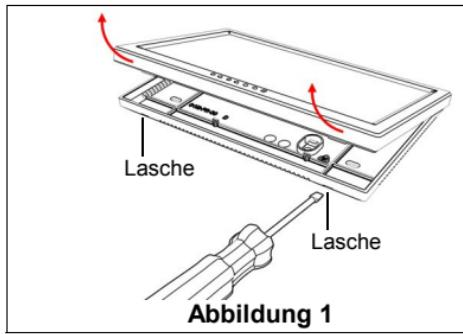

Abbildung 1
1. Trennen Sie das obere Display von der Rückplatte. Setzen Sie einen Flachkopf-schraubendreher in die Lasche ein, wie in Abbildung 1 gezeigt.
5. Befestigen Sie die SD-Kartenabdeckung bei Bedarf und befestigen Sie dann zuerst die oberen Oberseitenhaken und verriegeln Sie dann den Boden wie in Abbildung 1.